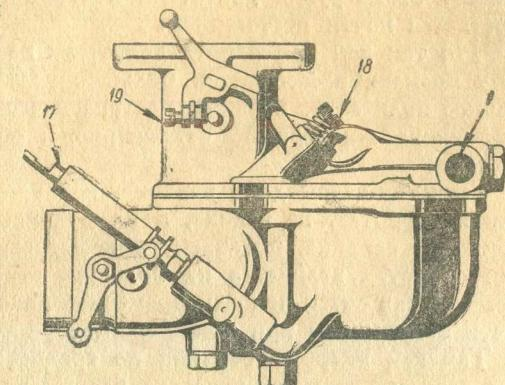

Рис. 15. Карбюратор.
Карбюратор. На двигателе ГАЗ установлен карбюратор типа ГАЗ-ЭНИТ производства Ленинградского или Куйбышевского карбюраторных заводов (рис. 15 и 16).
Принцип действия карбюратора заключается в следующем: (см. рис. 15 и 16). Бензин, через отверстие (1), фильтр (2) и клапан подачи топлива (3) наполняет поплавковую камеру (4).